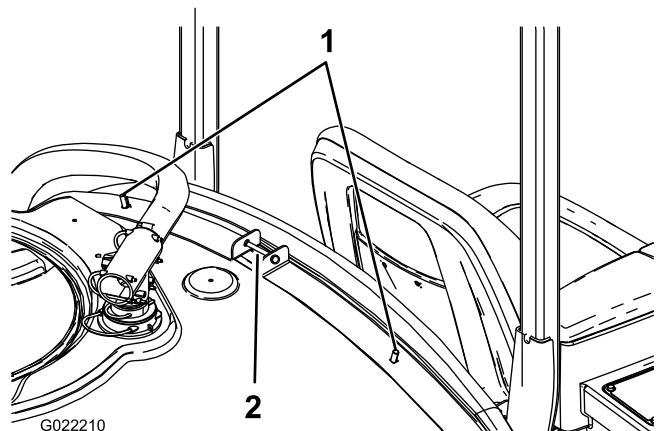

図 2
- タンク前部固定ベルトの内側の穴にキャリッジボルト(2本)を取り付ける(図2)。